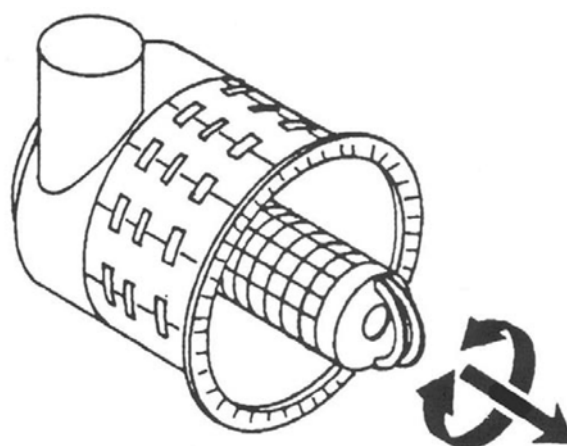

Рис. 12 Извлечение вспомогательного фильтроэлемента (исполнение "А")
- Возьмите вспомогательный элемент за обе петли и с помощью легких вращательных движений выньте его наружу (см. Рис. 12).